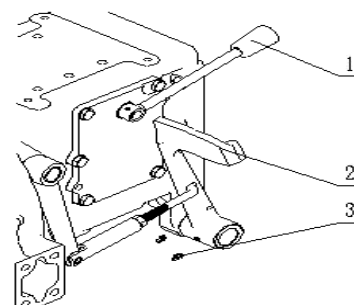
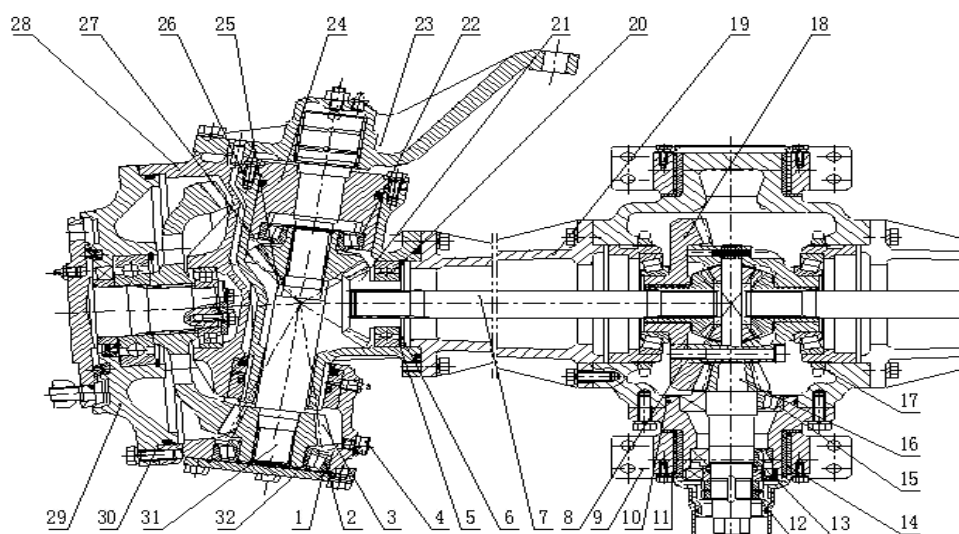
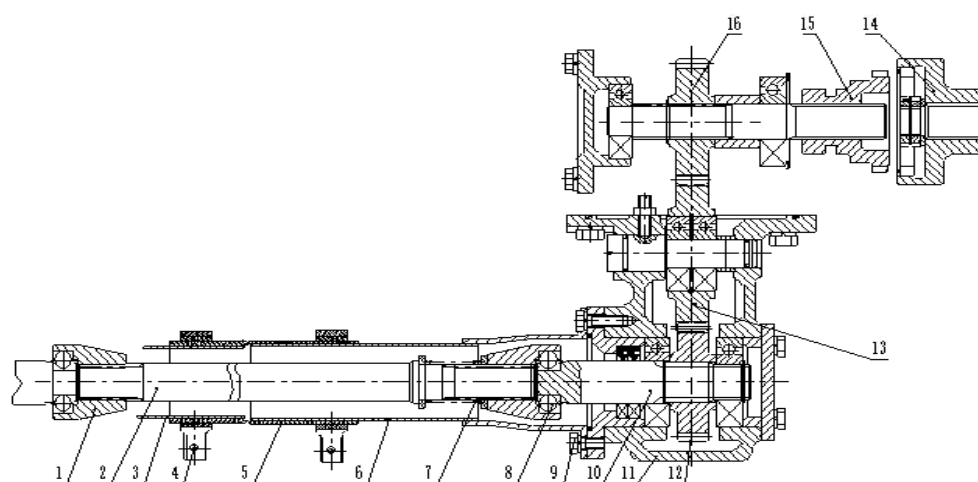
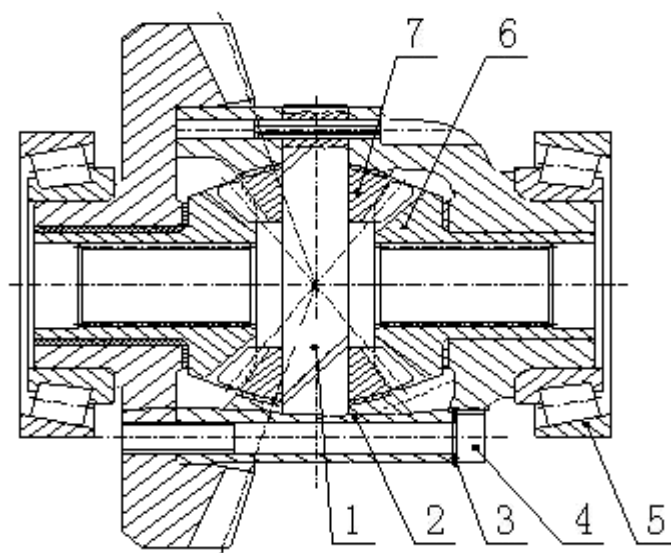

图 8-1 前驱动动力操纵
图 8-3 前中央传动和末端传动
图 8-4 分动箱及联轴节总成
图 8-5 差速器总成
当四轮驱动拖拉机在公路上行驶时,应切断前驱动的动力,使前轮被动,以减少轮胎磨损。如果本拖拉机长期不作田间作业而进行运输作业,应拆去半轴(7)(见图 8-3),以减少前驱动的阻力,有利于运输作业,当本拖拉机在粘重、潮湿和砂质道路上行驶,或在半干的水田作业时,后轮容易打滑,此时应给前驱动传入动力,以提高牵引性能及越野性。
前驱动的动力是由过桥体下面的分动箱经滚珠联轴节总成(图 8-4)传入前中央传动(图 8-3)再由前中央传动，将动力分给二侧半轴，再传至前末端传动，使前轮转动。
图 8-3 前中央传动中传动的主动齿轮(16)上二个轴承(13)和轴承(15)，它使用了一段时间以后，轴向窜动量增大，为此需旋紧它的小圆螺母(12)以收紧轴承的轴向窜动量，但这样要引起前中央传动的主动齿轮(16)和从动齿轮(18)的啮合间隙加大。于是应抽去适当厚度的调整垫片(10)，必要时也可以调节前差速器二侧的调整螺母(17)使该间隙恢复正常。
(4)分动箱总成(见图 8-4)
拖拉机分动箱固定在过桥壳体左下方,其结构如(图 8-4)所示,把(图 8-1)中操纵手柄(1)往上提时。图 8-4 中的内齿轮联轴节(14)与齿轮联轴节(15)相啮合,将传动箱中二轴的动力传递给分动箱动力输入齿轮(16),通过分动箱中间齿轮(13)传入分动箱动力输出齿轮(12)和分动箱动力输出轴(10),再经联轴节轴等零件,将动力传递到前驱动桥,使前驱动轮旋转。
滚珠联轴节拆装(图 8-4):先将抱箍(4)退出,将橡胶外防尘圈(5)剥翻,再将分动箱前端面的三个 M8×16 螺栓(9)拆去后,可以把防尘管(3)缩向后端,将前滚珠联轴节(1)退出,拆下压紧弹簧(7),再将联轴节护罩焊合(6)向前推,这样就可以将联轴节轴(2),防尘管(3),后滚珠联轴节等一起拆下。安装时,按上述拆下反次序进行,在拆装过程中,应防止钢珠的失散或漏装。
(5)差速器总成(见图 8-5)
将差速器总成放入前驱动桥总成(见图 8-3)内后,再在它的二个轴颈端分别装入轴承 7212E 的内圈及调整螺母(17)(见图 8-3),观察从动齿轮(18)和主动齿轮(16)(见图 8-3)的啮合情况,并调整之,调整完毕后,在从动齿轮(18)(见图 8-3)和(见图 8-5)差速器罩(2)上,装上螺栓(4),单耳垫圈(3),并将螺栓(4)的六角头用拆弯单耳垫圈(3)的方法锁住。